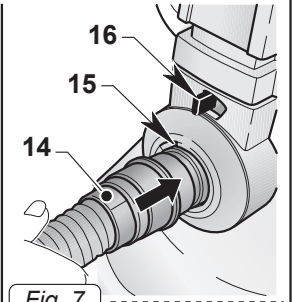

Fig. 7
- Introdurre, fino a finecorsa, il manicotto (14 Fig. 7) del tubo di aspirazione nella bocchetta (15 Fig. 7) presente sul fusto.
- Per sganciare il manicotto (14 Fig. 7) spostare la levetta (16 Fig. 7) in senso orario quindi tirare verso l'esterno il manicotto (14 Fig. 7).